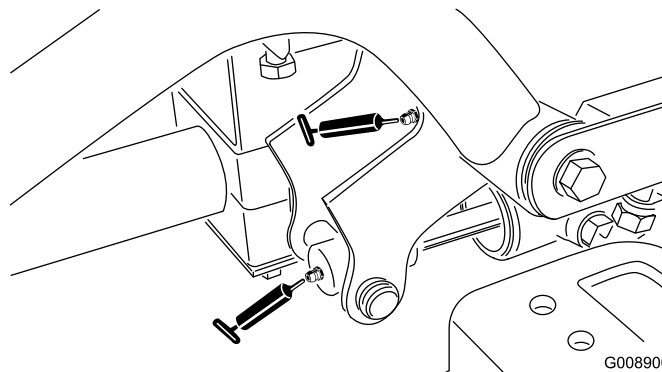

Figure 39
- Pivot de bras de relevage avant droit et vérin de relevage (2 (Figure 39)